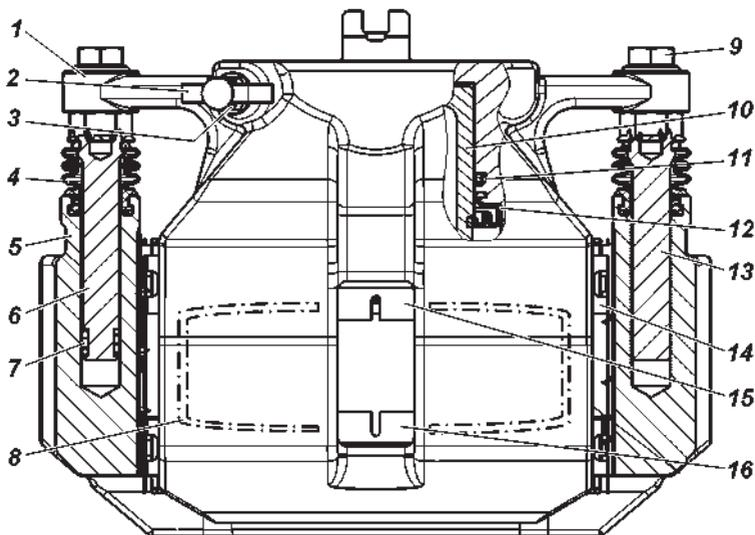

Рис. 9.24. Дисковый тормоз:
**Дисковые тормозные механизмы.** Для осмотра тормозных колодок 15 и 16 (рис. 9.24) установите автомобиль на горизонтальной площадке, затормозите стояночным тормозом. Осмотр колодок проводите через окно в суппорте 1. Если фрикционные накладки износились до толщины 1,5-2,5 мм, то замените колодки новыми. Замену производите на обоих передних тормозах.